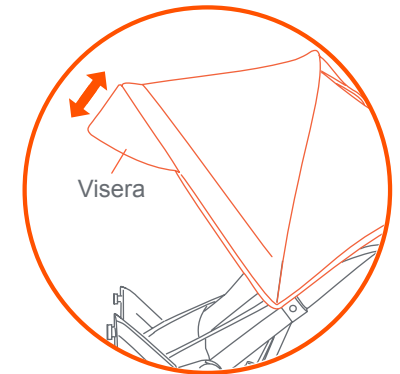

Fig. 6b
Pliegue el visor de la cubierta hacia afuera para que dé más sombra o pliéguelo hacia adentro cuando no esté en uso (Fig. 6b).
**Para retirar la cubierta trasera:** Repita los pasos anteriores para deshacer el dosel. Luego presione ambos botones a presión de la capota trasera para quitarla (Fig. 6b)